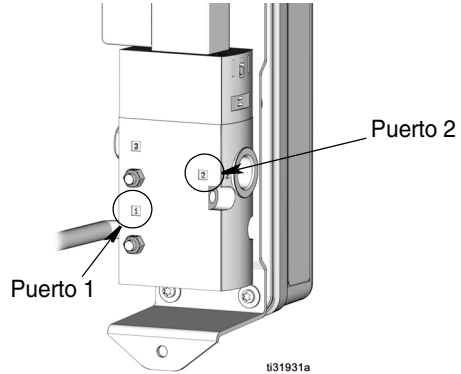

FIG. 32
6. Aplique sellante de roscas en las roscas macho de los accesorios de conexión. Conecte la línea de suministro de aire al puerto 1 (FIG. 32).
7. Aplique sellante de roscas a las roscas macho de los accesorios de conexión. Conecte la línea a la entrada de aire de la bomba al puerto 2 (FIG. 32).